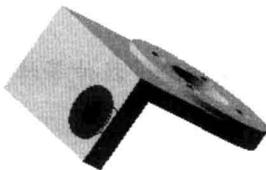
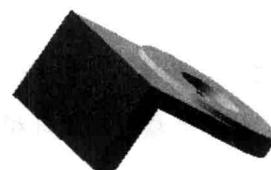

图 1.17 异形向导孔 1
图 1.18 孔放置面
Step10. 添加图 1.17 所示的零件特征——异形向导孔 1。
- (1) 选择下拉菜单 **插入(I)** → **特征(E)** → **孔(H)** → **向导(W)** 命令。
- (2) 定义孔的位置。
- ① 定义孔的放置面。在“孔规格”窗口中选择 **位置** 选项卡, 选取图 1.18 所示的模型表面为孔的放置面。